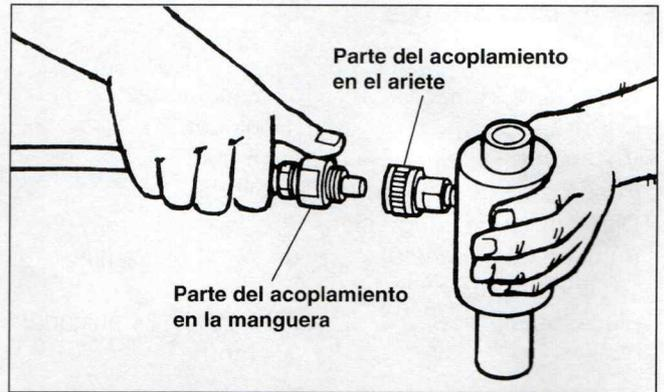

Figura 1 – Conexiones hidráulicas
2. Conecte la parte del acoplamiento correspondiente a la manguera con la parte del acoplamiento correspondiente al ariete en el cilindro. Gire la abrazadera por completo y apriétela con la mano (Figura 1).